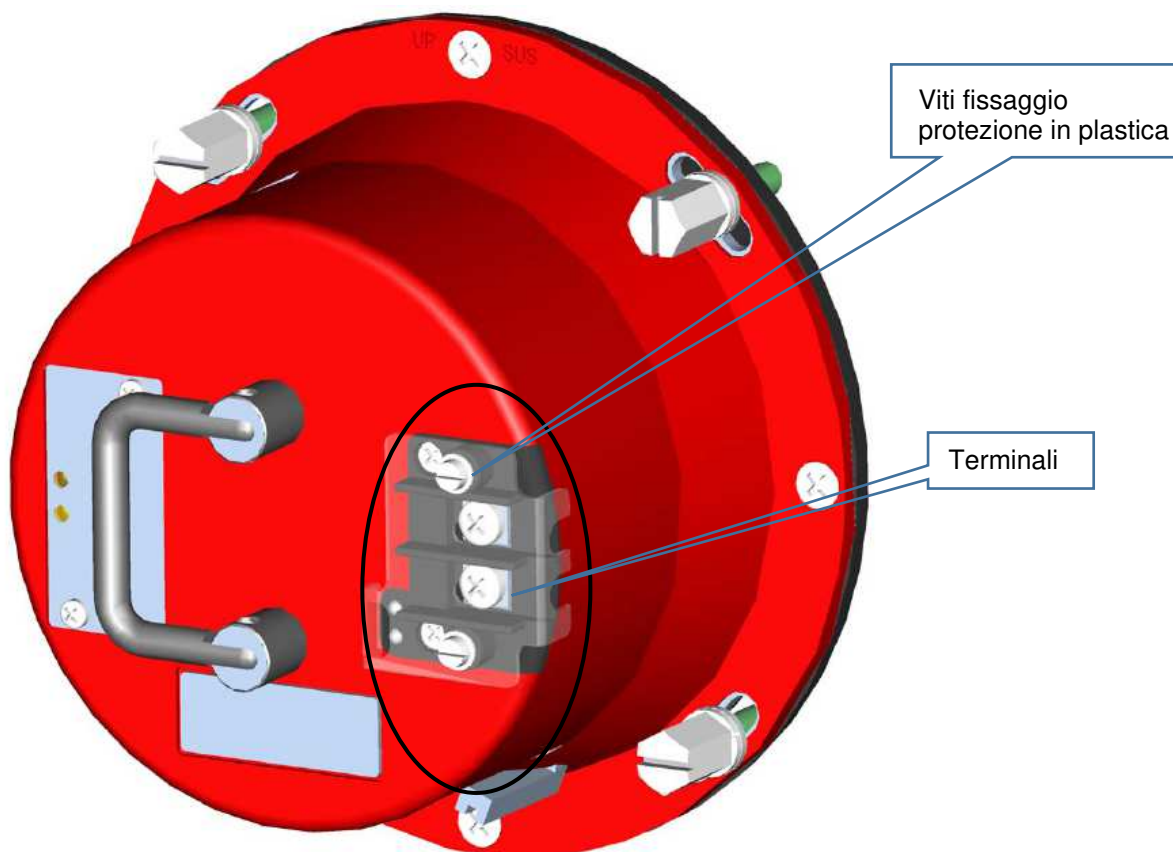

Figura 4 – Protezione plastica della morsettiera da rimuovere temporaneamente per il collegamento dei cavi di alimentazione alla SL-LED
1. Rimuovere temporaneamente la protezione plastica evidenziata in Figura 4.